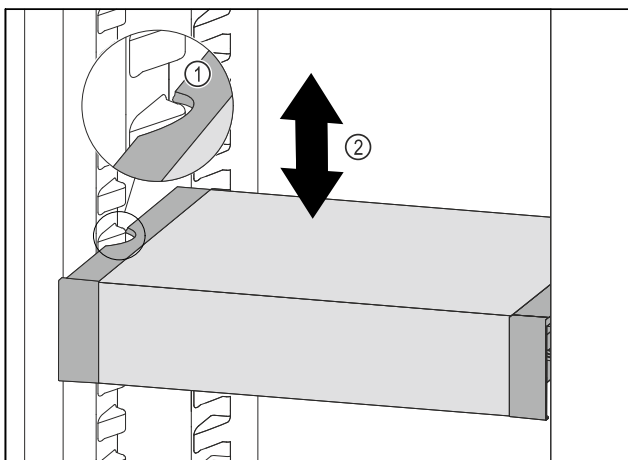

Fig. 132
- Húzza előrefelé a VarioSafe fiókot annyira, hogy a VarioSafe oldalsó kivágásai a hűtőrészben a tartóborda magasságában legyenek. Fig. 132 (1)
- A hűtőrészben a VarioSafe fiókot mozgassa felfelé vagy lefelé a kívánt magasság eléréséig. Fig. 132 (2)